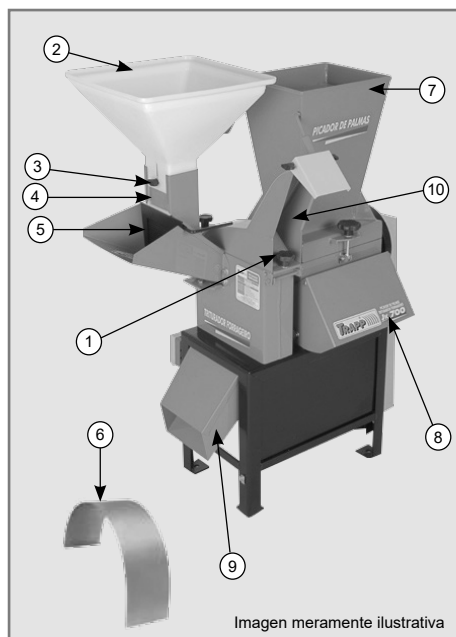

Figura 5
- ✓ Ponga la tapa de sellado (1) como se muestra en la Figura 5.
- ✓ Coloque la tapa del embudo del verde (5).
- ✓ Escoja el tamiz (6) adecuado (según la tabla en la página 6), pues el producto resultante depende del diámetro del tamiz utilizado.
- ✓ El producto seco es colocado en el embudo de los granos (2) de donde es encaminado para ser procesado, saliendo el producto final en la parte inferior del equipamiento (9).
- ✓ Tenga cuidado de no sobrecargar el motor. Ajuste la tapa del cajón de entrada de los granos (4) para que ingrese en el equipo solo el material que pueda triturarse en la máquina de acuerdo con el tipo de tamiz elegido. El ajuste de la abertura de la tapa del cajón de entrada de los granos se hace de la siguiente manera: suelte la mariposa (3) ubicada en la parte inferior del cajón. Con la tapa del cajón (4) floja, ajústela tirando si necesita una abertura más grande o empujándola si necesita una abertura más pequeña. Después del ajuste, apriete la mariposa (3).
- ✓ Remueva la tapa de sellado (1) como se muestra en la Figura 5.
- ✓ Retire la tapa del embudo del verde (5).
- ✓ Coloque tamiz liso (6), pues la salida será por la parte superior del equipamiento.
- ✓ Los productos verdes como el pasto y la caña de azúcar se colocan en el embudo verde (5), desde donde se envían para ser procesados saliendo por la parte superior del equipo (10).
- ✓ Si desea, al triturar productos verdes, puede quitar el embudo del grano (2).
- ✓ Efectúe el ajuste del controlador (8) según sea necesario como se muestra en la Figura 5.
- ✓ El material debe introducirse a través del embudo de alimentación (7) y debe introducirse lentamente para no sobrecargar la máquina.